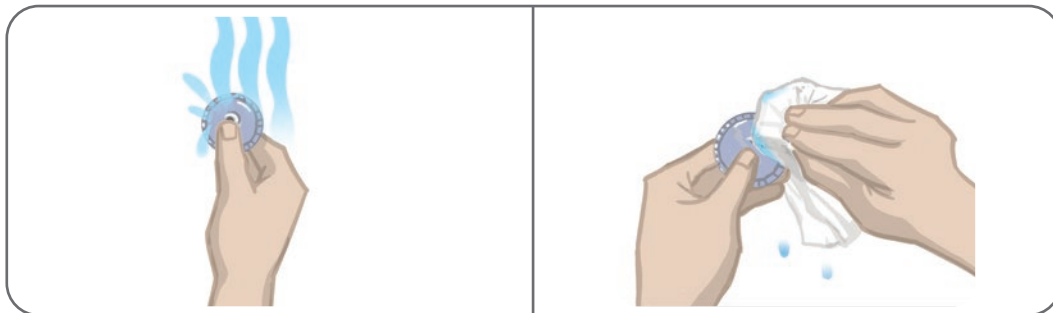

Figura 8-4: Umezirea și îndepărtarea apei în exces
4. Udați electrozii pânzați rotunzi cu apă până la saturare. Consultați Figura 8-4.
5. Folosind o cârpă, ștergeți ușor sau îndepărtați excesul de apă de pe partea din spate a electrozilor (latura cu capsă) prin tamponare. Consultați Figura 8-4.